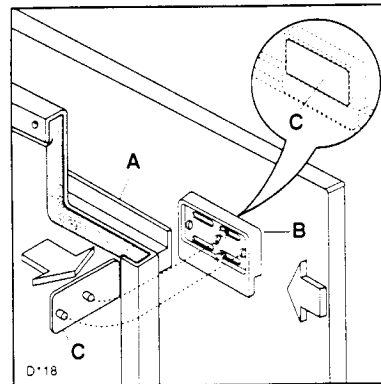

Abb. 9
Positionieren Sie einen Teil (B) an der Innenseite der Aufbaumöbeltür, wie in Abb. 9.
Befestigen Sie Teil (B), indem Sie die Schrauben im linken Teil der Langlöcher einsetzen (Abb. 9).
Setzen Sie die beiden Abdeckungen (C) mit leichtem Druck auf (Abb. 9).